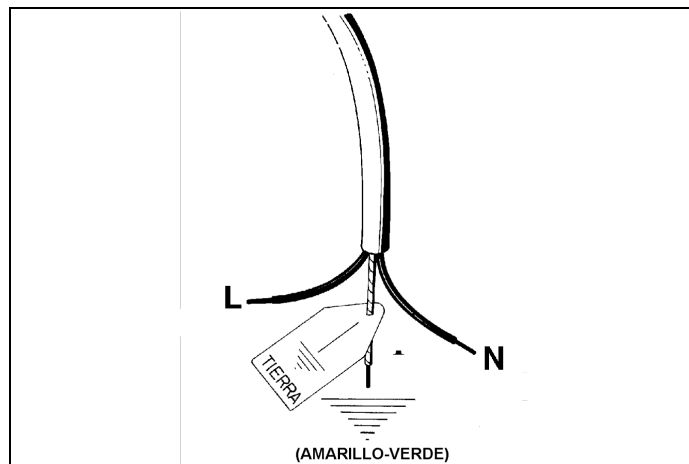

Fig. 11
- Monter på strømforsyningskablet, hvis det ikke allerede har en, et standardiseret stik, der passer til belastningen angivet på mærkepladen. Tilslut ledningerne i henhold til skemaet i Fig. 11, idet nedenstående korrespondancer overholdes: